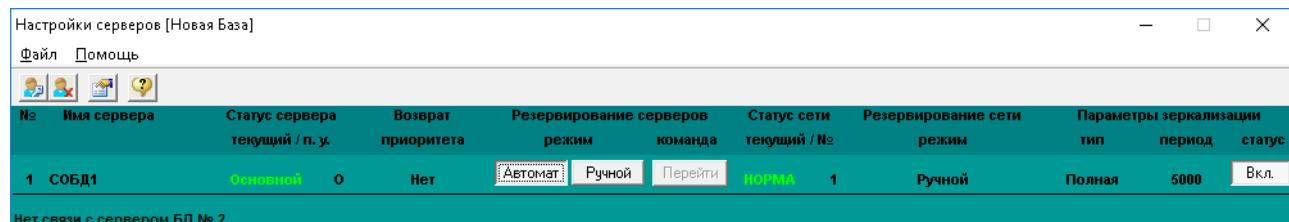

Рисунок 11.13 – Кнопки управления режимом резервирования и статусом сервера в случае отсутствия связи с резервным сервером
- Если нет связи с резервным сервером БД, то кнопка **Перейти** в ручном режиме резервирования для основного сервера неактивна (рисунок 11.13).